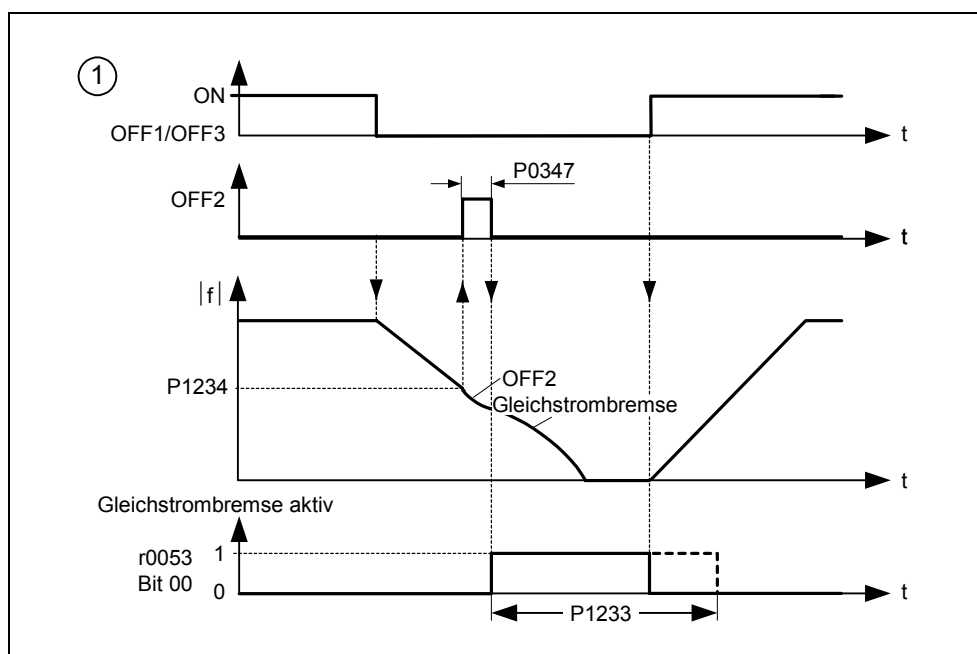

Bild 3-73 DC-Bremse nach AUS1 / AUS3
2. Aktivierung der DC-Bremse mit dem AUS1- oder AUS3-Befehl (siehe Bild 3-73)